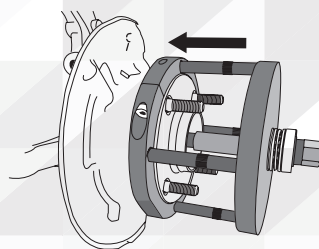

Рис.3
- См. рис. 3: Поднесите силовую пластину к распорным оболочкам и вставьте ходовой винт через силовую пластину в сборку.